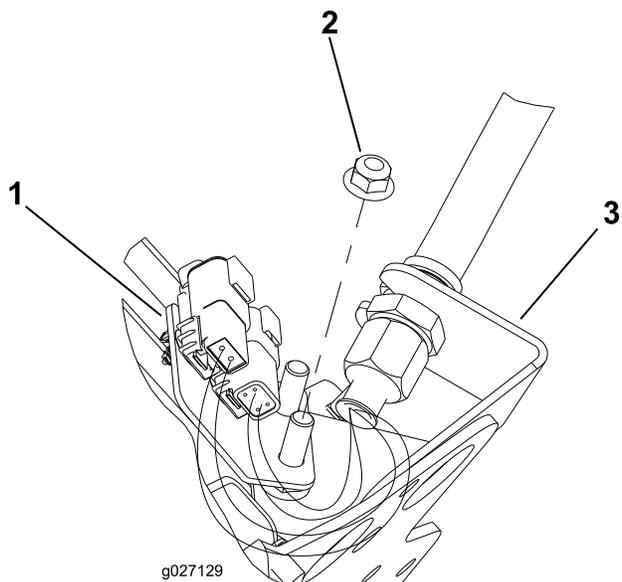
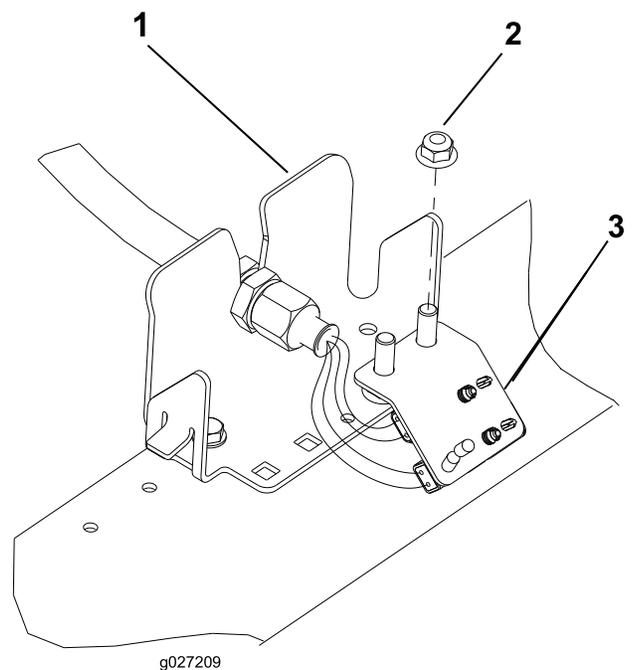

Bild 13
Bild 16
6. Wiederholen Sie die Schritte an den restlichen vier Schottstellen, wie in Bild 13 bis Bild 16 abgebildet.